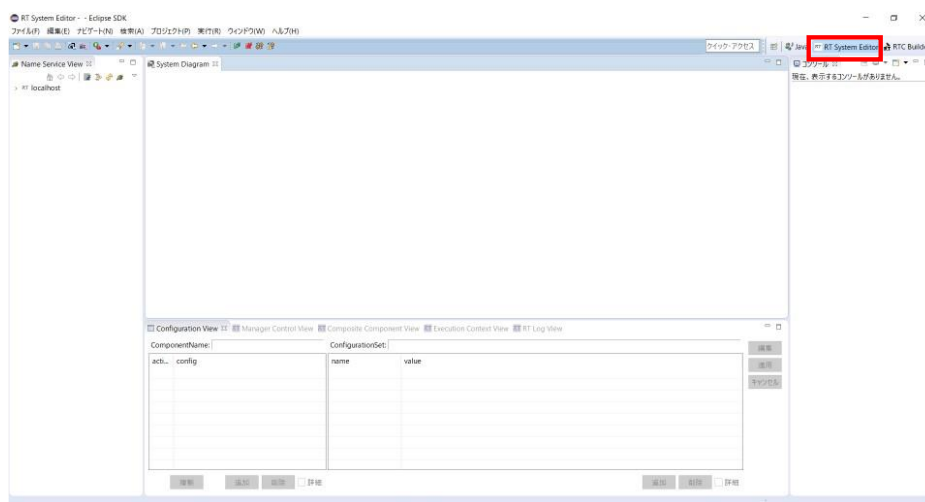

図 4-4 RT System Editor
7. 図 4-4 の赤枠で囲った RT System Editor をクリックする。